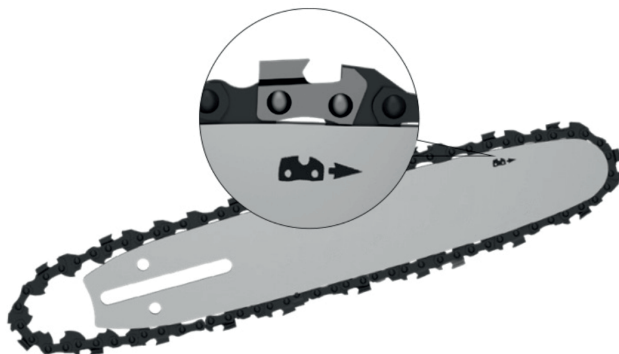

Рис. 2 / Fig. 2 Направление вращения цепи / Direction of chain rotation
4. Установите ведущие звенья пильной цепи в паз направляющей шины. При установке цепи следите за тем, чтобы режущая кромка зуба была расположена вперед по ходу движения цепи, т.е. по часовой стрелке. Направление, в котором указывает стрелка на цепи, должно совпадать с направлением, отмеченным на направляющей шине. (Рис. 2).